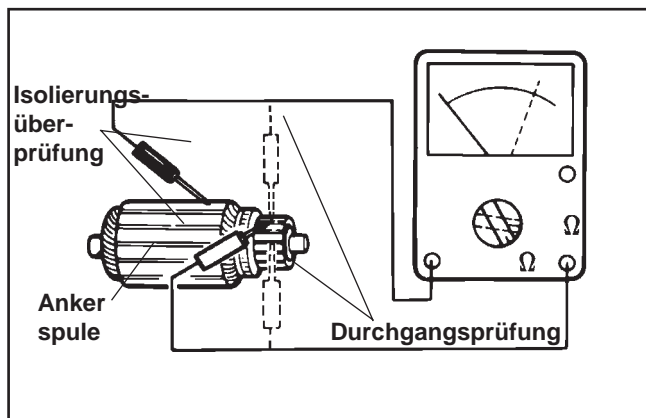

Abbildung 8-42. Kontrolle des Ankers.
2. Verwenden Sie ein Ohmmeter mit Rx1-Skala. Positionieren Sie die Messfühler zwischen zwei verschiedene Kollektorsegmente und führen Sie eine Durchgangsprüfung durch. Siehe Abbildung 8-42. Testen Sie alle Segmente durch. Es **muss** zwischen allen Segmenten ein Durchgang bestehen, ansonsten ist der Anker defekt.
3. Überprüfen Sie, ob zwischen den Ankerspulensegmenten und den Kollektorsegmenten ein Durchgang besteht. Siehe Abbildung 8-42. Es darf kein Durchgang vorliegen. Wenn auch nur zwischen zwei Segmenten ein Durchgang besteht, ist der Anker defekt.